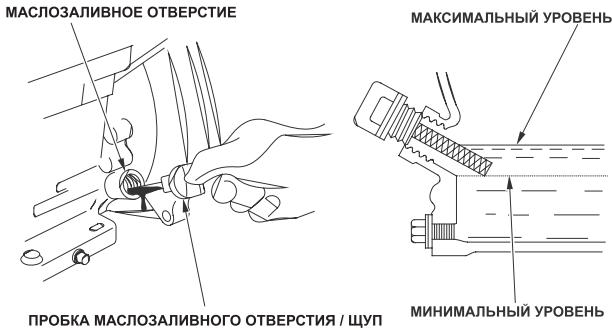

Рис.18 Проверка уровня моторного масла
- 8.4.3. Вставьте щуп в маслозаливное отверстие, но не закручивайте её (см. рис.18).